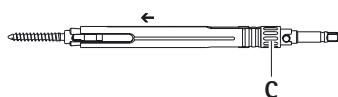

Abb. 5
- Außenhülse **A** Richtung Pedikelschraube schieben und mit Klemmschraube **C** Pedikelschraube in Klemmhülse 2 festklemmen, siehe Abb. 5.